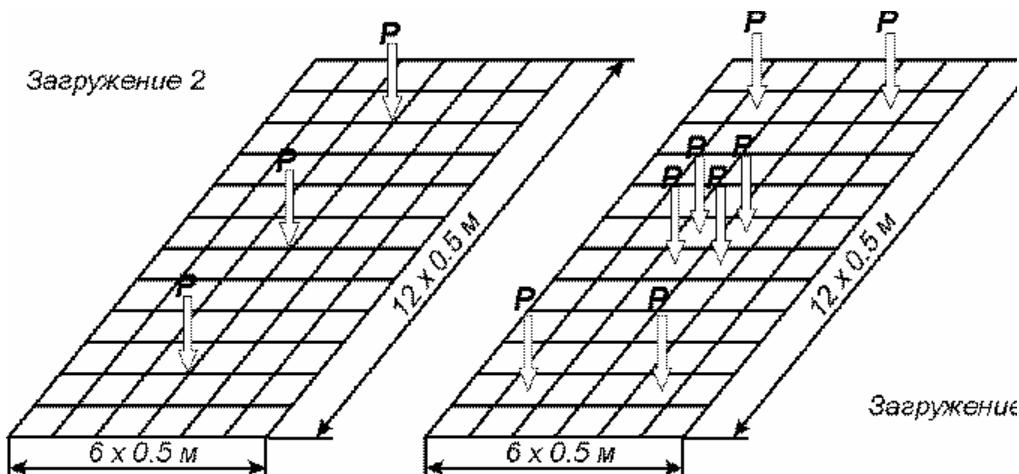

Рис. 2.1. Расчетная схема плиты
- загружение 2 – сосредоточенные нагрузки $P = 1\text{tc}$, приложенные по схеме рис. 2.1, загружение 2;
- загружение 3 – сосредоточенные нагрузки $P = 1\text{tc}$, приложенные по схеме рис. 2.1, загружение 3.